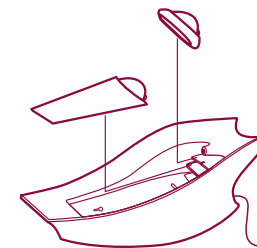

Fig. 14
- När munstyckena inte används ska de placeras i utrymmet inuti laddningshållaren. (fig. 14)